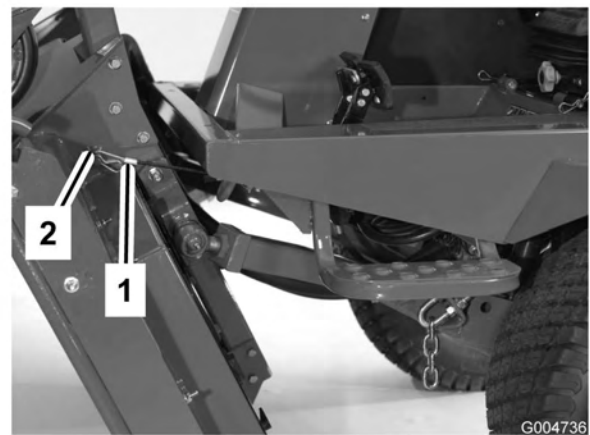

Figure 84
6. Tout en maintenant le plateau à la verticale, placez l'extrémité du câble sur l'axe du bras de relevage et fixez-le en position à l'aide de la goupille fendue (Figure 84).